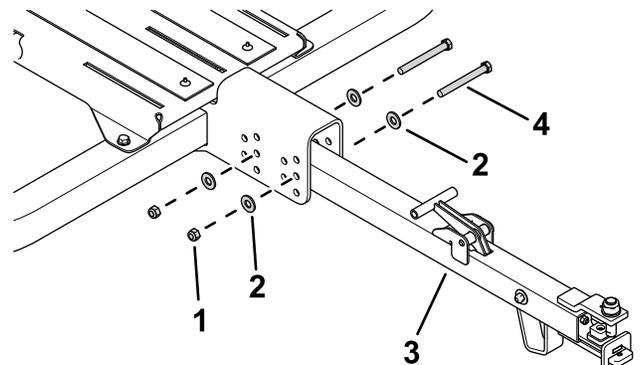

図 23
1. ボルト 7/16" 2 本、ワッシャ 4 枚、ロックナット 2 個で、トレーラトングをメインフレームに固定する **図 23**。